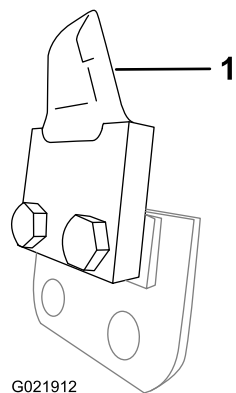
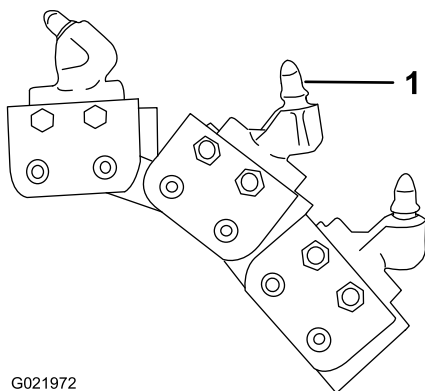

Figure 23
Figure 24
- Les dents pour roche et sol gelé (Figure 23) ou dents « de requin » (Figure 24) sont idéales pour creuser les